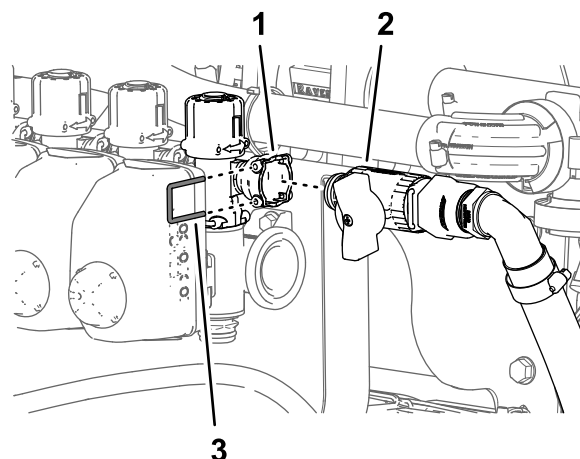

図 112
2. バイパスシャットオフバルブおよびバイパスバルブ用のクイックディスコネクトフィッティングを、リテーナで固定する 図 112 ステップ 3 バイパスバルブの位置替えをするオプションのスプレースティックキットや電動ホースリールキットを搭載している車両 (ページ 43) で外したリテーナを使用する。
1. バイパスシャットオフバルブのクイックディスコネクトフィッティングを、バイパスバルブのクイックディスコネクトフィッティングに取り付ける 図 112。